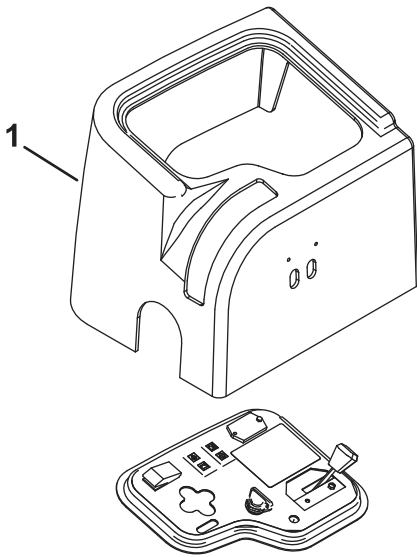

Figura 2
3. Retire los 2 tornillos que sujetan la cubierta de la consola y retire la cubierta (Figura 2).